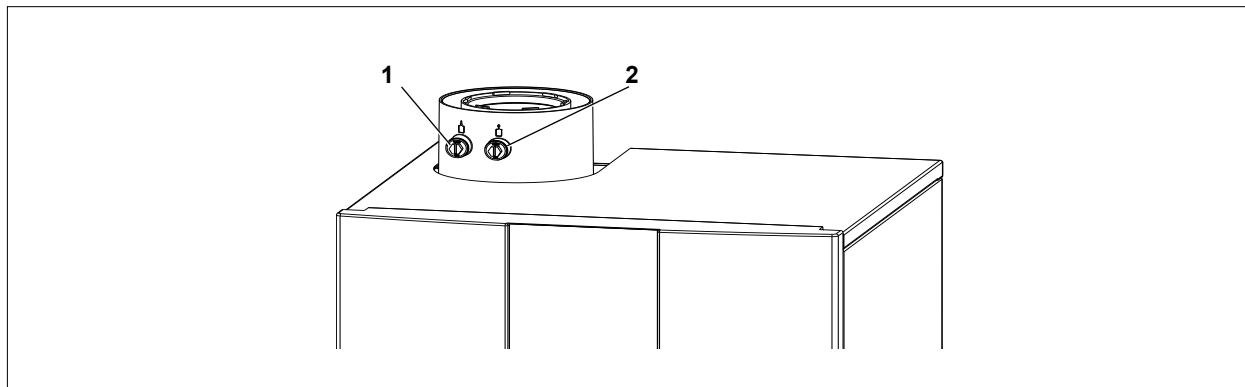

Рис. 5.1 Соединительный фланец установки с измерительным отверстием ОГ
- ▶ Удалить колпачок из правого измерительного отверстия (Рис. 5.1).
- ▶ При необходимости изменить значение CO₂ согласно Табл. 5.1 с помощью винта расхода газа (2).